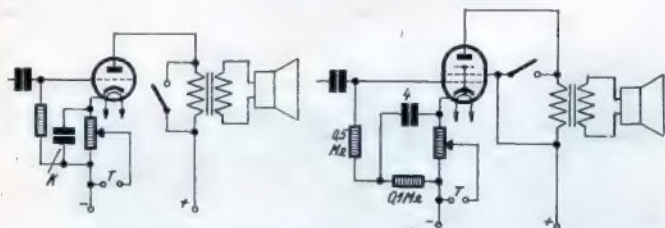

Abb. 1 (links) und Abb. 2 (rechts). Die Anchtaltung des Kopfhörers parallel zum Kathodenwiderstand der Endröhre.
Links: Abb. 1. Einige Schaltzeichen der FUNKSCHAU. Selbstverständlich sind die tatsächlichen Schaltzeichen dreimal so groß, wie sie hier in Erscheinung treten.
Um dieser Schwierigkeit zu entgehen, hat die FUNKSCHAU vor Jahren damit begonnen, Schaltbilder nicht mehr zu zeichnen, sondern aus den einzelnen Schaltzeichen zusammenzukleben. Die einzelnen Schaltzeichen sind einmal gezeichnet und dann auf gummiertes, dünnes Papier gedruckt (Abb. 1), das bequem aufgeklebt werden kann. Nur noch die Linien werden mit Tusche ausgezogen. (In manchen Schaltbildern der Aufsatzreihe „Vom Schaltzeichen zur Schaltung“ sind sogar die Leitungsstriche eingeklebt und für
In einer deutschen Patentschrift der Fa. Seibt ist eine Anordnung zur gefahrlosen Anchtaltung für Kopfhörer beschrieben, die mit einem zusätzlichen Vorschlag hier mitgeteilt sei. Wie Abb. 1 zeigt, wird der Kopfhörer zu einem Teil des Kathodenwiderstandes der Endröhre parallel gelegt. Hierbei besteht allerdings der Nachteil, daß die hohen Töne durch den Siebkondensator (K) stark unterdrückt werden. Aus diesem Grund scheidet diese Schaltung praktisch nur dann anwendbar zu sein, wenn der Siebkondensator fortgelassen wird. Im andern Fall wende man die Schaltung nach Abb. 2 an, wo der Wechselstromspannungsabfall am Kathodenwiderstand infolge Anwendung eines hochohmigen Siebgliebs erhalten bleibt. Wenn beim Kopfhörerempfang der Ausgangstransformator durch Überbrücken außer Betrieb gesetzt wird, arbeitet die Röhre wie eine Dreipolröhre und verzerrt weniger. An sich